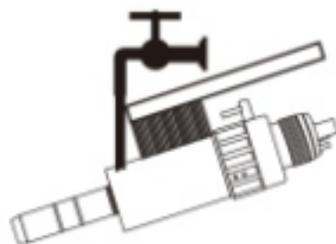

Fig.8.1
1) Imediatamente após o uso, lave as peças de mão com água corrente (<40° C) e com uma escova de cerdas macias (Fig. 8.1) remova sujeiras e detritos do micromotor. Em seguida utilize um cotonete ou pano com álcool (Fig. 8.2). Não utilize escova de aço;